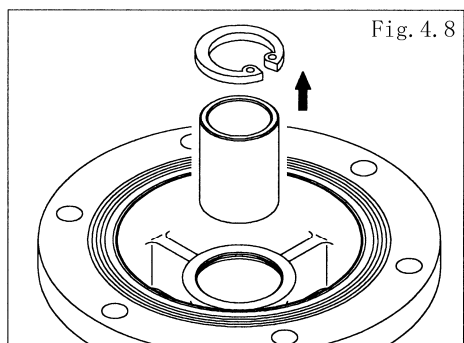

Fig. 4.8
- 拆下C型止动环，从空气室中取下通道轴承。〈Fig.4.8〉